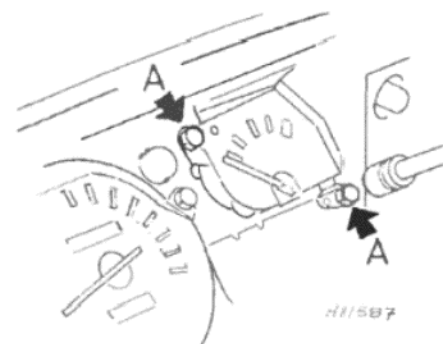

Рисунок 11.15. Снятие прибора (Раздел 40)
2. Каждый прибор крепится двумя маленькими болтами, доступ к которым можно получить с передней части панели. После отворачивания болтов прибор просто вынимается из панели. Устанавливаются приборы на место также просто (см. Рисунок 11.15).